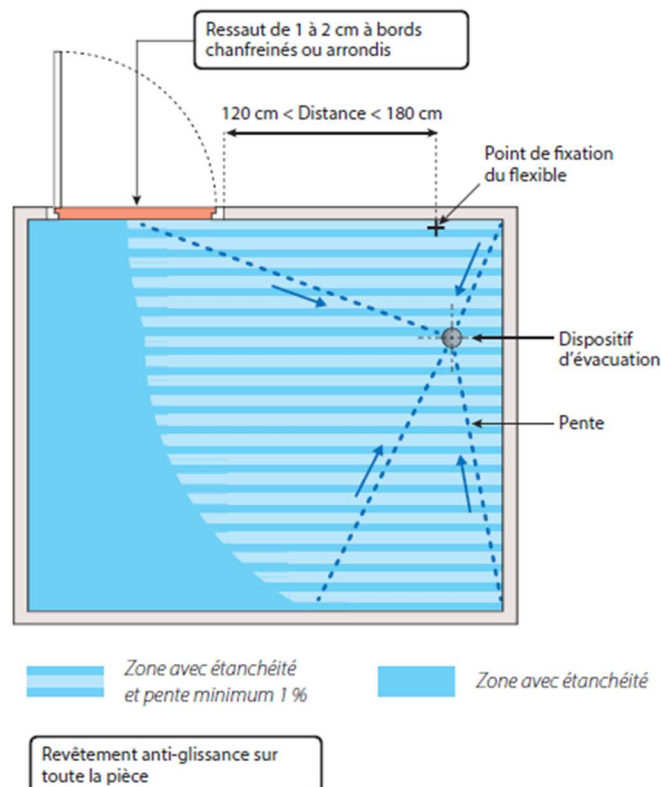

Figure 2a – Cas de la porte située dans la zone exposée à l'eau et à plus de 120 cm du point de fixation du flexible (projections d'eau non contenues)
- Ressaut à bords chanfreinés ou arrondis, compris entre 1 et 2 cm au droit du seuil de porte afin d'éviter les migrations d'eau en dehors de la salle de bain selon le positionnement de la porte (figure 2a et 2b),